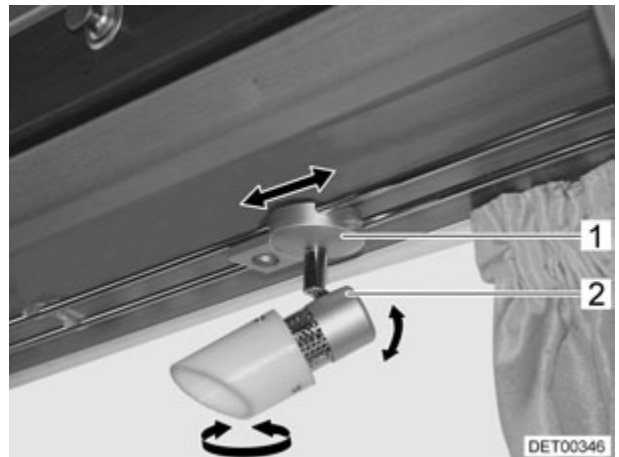

Fig. 54 Foco
- Coger la carcasa (Fig. 54,2) y girarla.
- Coger el soporte (Fig. 54,1).